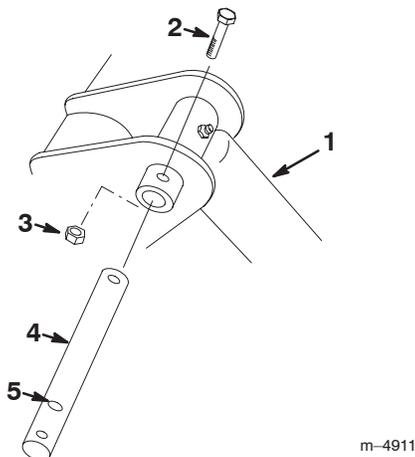

Figure 8
2. Retirer le boulon et l'écrou qui fixent l'axe de chape supérieur du vérin d'inclinaison à l'unité de traction (Fig. 8).
4. Mettre le nouvel axe de chape en place et le fixer à l'aide du boulon et de l'écrou déposés précédemment, en insérant le boulon dans le trou médian de l'axe (Fig. 8).